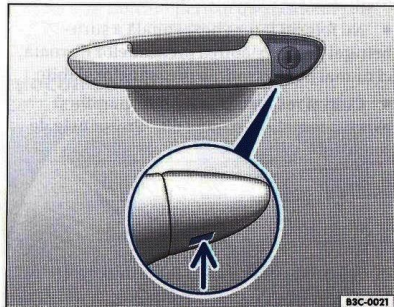

Fig. 36 Mânerul ușii conducătorului: Încuietore acoperită.
- Introduceți cheia de urgență, de jos, în orificiul din capacul ⇒ fig. 36 (săgeata) din mânerul ușii.